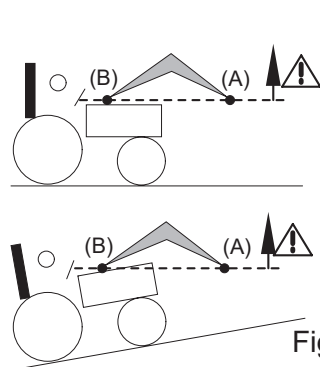

Fig. 2
- Durante le operazioni di sollevamento e spostamento, fare attenzione al carico dal momento in cui il punto di rotazione dell'attrezzo (A) supera il punto di rotazione orizzontale del caricatore (B) (fig. 2). Se necessario, regolare la posizione dell'attrezzo in modo che il carico non venga mai rivolto verso il conducente (fig. 3).
! PERICOLO: Se il carico non è fissato correttamente, l'operatore è esposto al pericolo di caduta del carico quando il punto di rotazione dell'attrezzo (A) supera l'orizzontale del punto di rotazione del caricatore (B) (vedere fig. 2).
PERICOLO: È vietato richiamare il caricatore quando il punto di rotazione dell'attrezzo (A) supera l'orizzontale del punto di rotazione del caricatore (B) (vedere fig. 2).